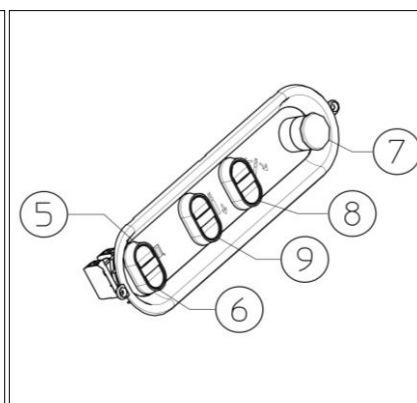

Abb.6 (T110i)
- Die Schalter (Abb. 6,9/Abb. 8.10) bestimmt elektrische aufwärts oder abwärts-Bewegung der Spindel (Option) und funktioniert nur, wenn der Hauptschalter ausgeschaltet ist.